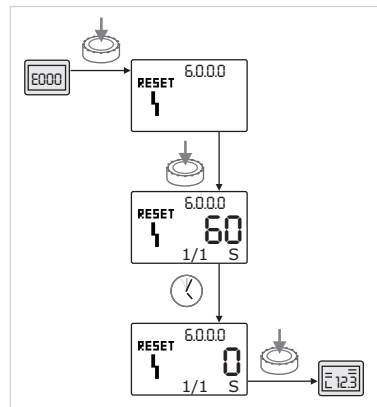

Fig. 57: Kvittera feltyp A eller D
- Gör följande för att kvittera fel av typen A eller D (fig. 57):